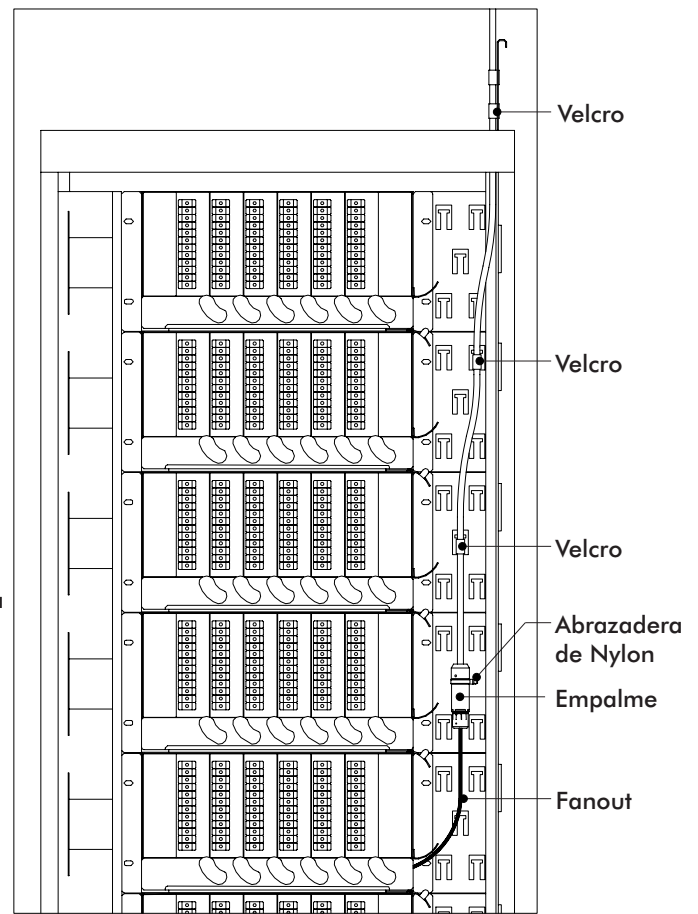

Figura 9
2. Guíe los cables Trunks – Fanouts hasta cerca de los Sub-Racks por la parte posterior del paso lateral de cables del Rack FTH-600. Utilice el Velcro doble cara para la fijación durante la rute y las abrazaderas de Nylon de 150 mm en la fijación del empalme. Como se muestra en la Figura 9.